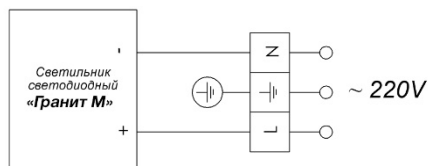

рис.2
- Подключить питающие провода и провод заземления к ножевому разъему согласно электрической схеме рис.2; Питающий кабель пропустить через кабельный ввод;